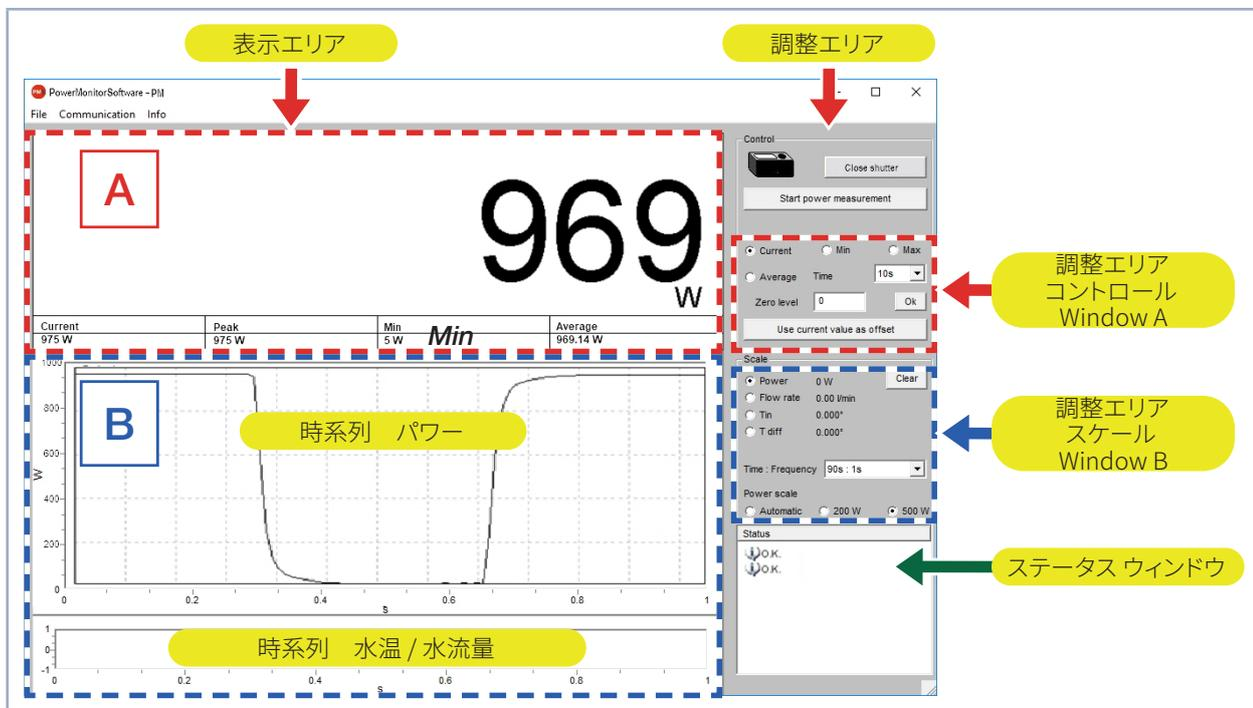

図 15.2: 測定中のグラフィカルユーザーインターフェース
グラフィカルユーザーインターフェースは3つの表示部分に分かれています(P.52 図15.2 参照)。
P.52 図15.2の表示画面の下にあるウィンドウAには、969 Wに続く次の測定値が表示されます。